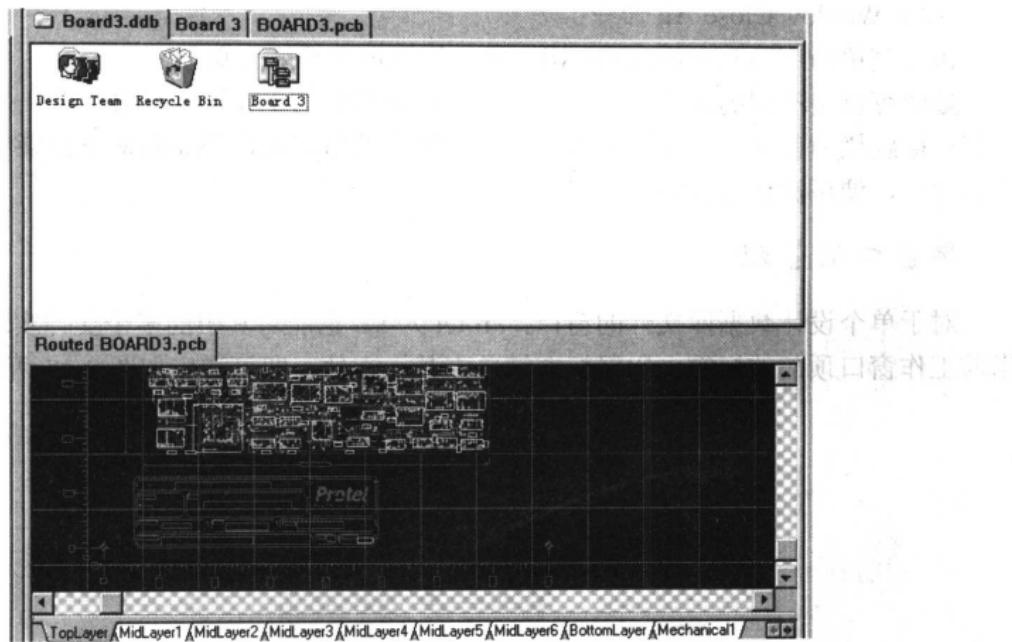

图 9-19 窗口的水平分割显示
- Split Horizontal：将该文件与其他文件水平分割显示，如图 9-19 所示。对所有文件都执行该命令，则所有文件窗口都会进行水平分割显示。